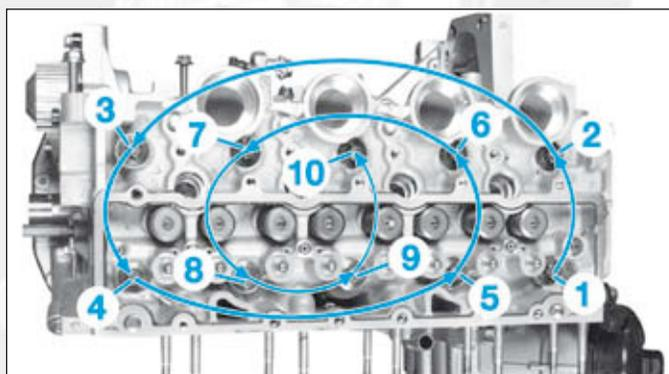

FIG.65
- Desserrer les vis de fixation de la culasse dans l'ordre indiqué (Fig.65).